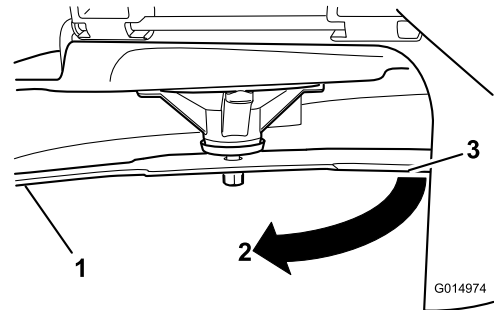

Figure 79
4. Tournez la même lame de 180 degrés pour amener le tranchant opposé à la même position (Figure 79).